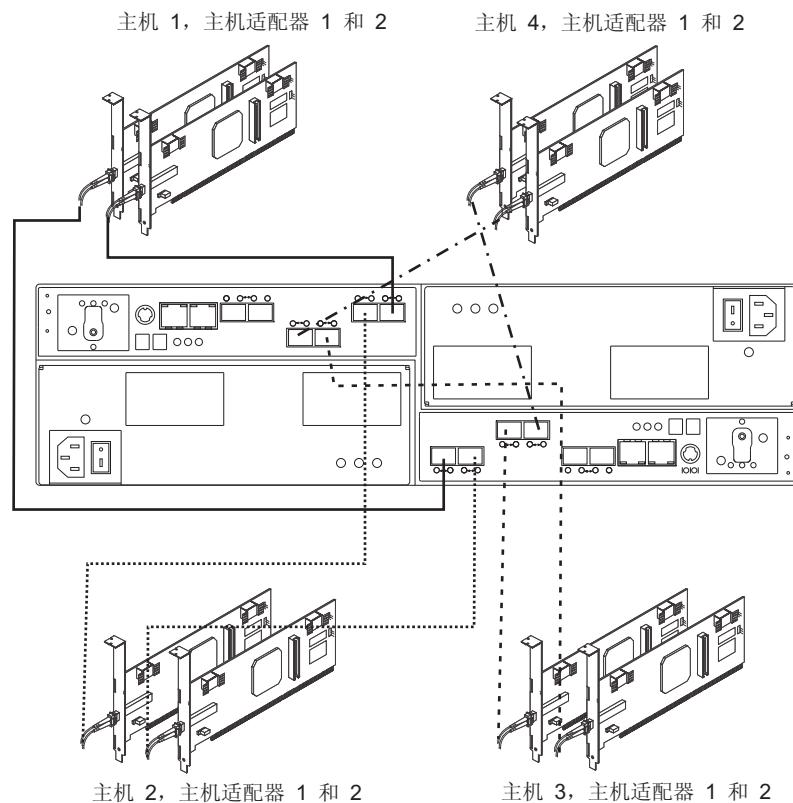

图 55. 两个冗余主机连接的电缆连接图
- 对于每个其他的冗余主机连接，请重复第 78 页的 1 和 2 这两步。可以为 DS5020 存储子系统创建两个冗余主机连接（如图 55 所示），或者最多创建四个冗余主机连接（此处未显示）。如果创建了四个冗余主机连接，那么可以连接到 DS5020 光纤通道主机总线适配器或者光纤通道交换机端口。